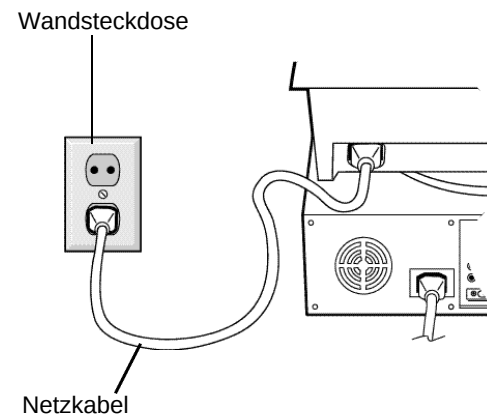

Abbildung B.1
- 4 Verbinden Sie das mitgelieferte Netzkabel auf einer Seite mit dem Monitor und auf der anderen Seite mit einer geerdeten Wandsteckdose in der Nähe des Monitors (Abbildung B.1).